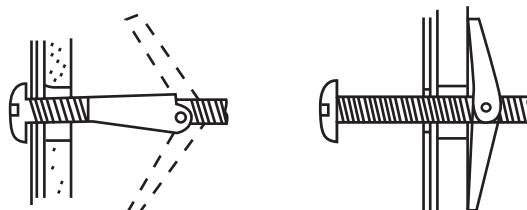

Fig. 3-4
- 4-1 Dévisser les boulons à ailettes et les insérer dans le support, puis insérer les boulons dans le mur. (Fig. 3-4)